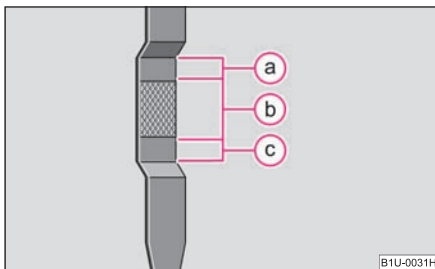

Fig. 152 Joja
- Deșurubați capacul gurii de umplere ⇒ fig. 152.